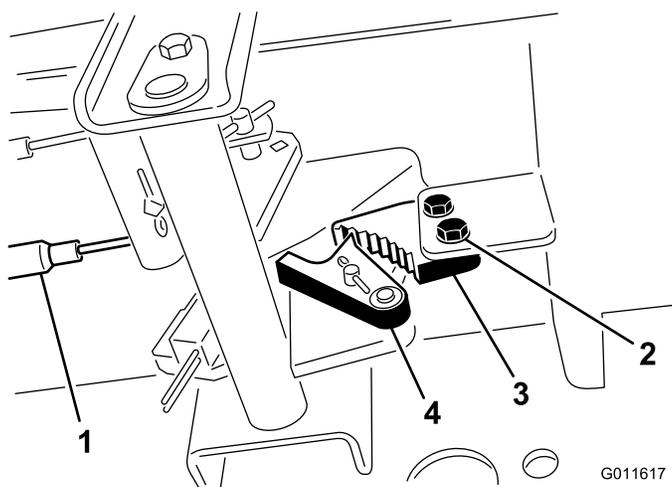

Рисунок 66
- Ослабьте два винта крепления защелки стояночного тормоза к раме (Рисунок 66).
- Нажмите педаль тормоза вперед, пока углубление тормоза не войдет полностью в зацепление с защелкой тормоза (Рисунок 66).